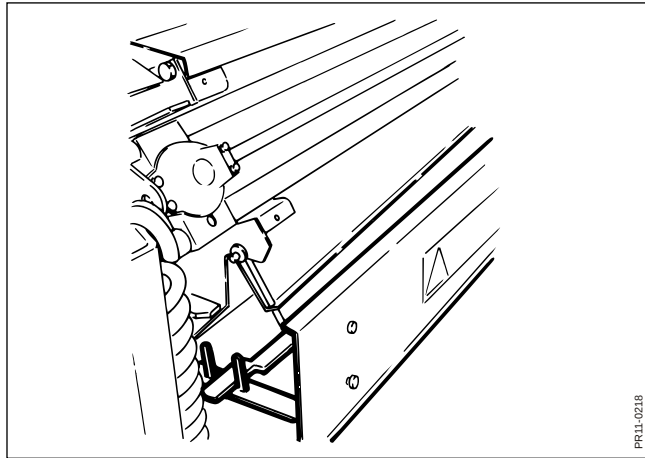

Fig. 4-25
- Fig. 4-25** 2. Sänk ned skyddskåpan mellan slipenheten och rotorn så att utrymmet mellan enhet och rotor blir fritt.